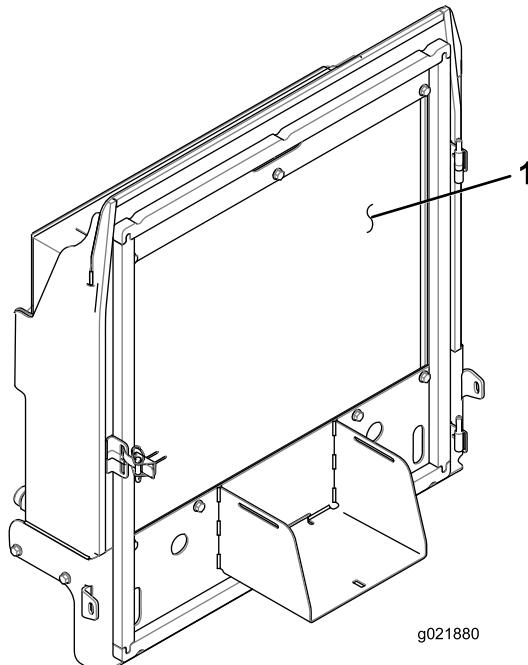

Рисунок 85
- Тщательно очистите сжатым воздухом обе стороны радиатора/маслоохладителя (Рисунок 85).